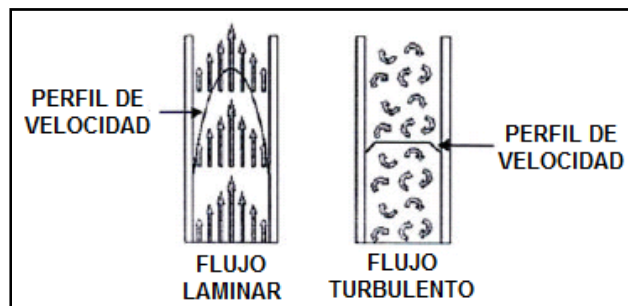

Figura B-1. Regímenes de flujo.
**Régimen de flujo.** Es la configuración de estructura de fases en la tubería. Cuando un fluido fluye a través de un conducto, este puede fluir ya sea en régimen laminar, transicional o turbulento, figura B-1.